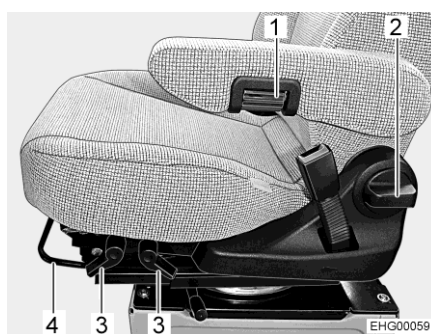

Fig. 14 Réglage du siège (Aguti GIS-Liner)
- Tirer l'étrier (Fig. 14,4) vers le haut.
- Tirer le levier correspondant (Fig. 14,3) vers le haut.
- Tourner la poignée (Fig. 14,2).
- Faire tourner la roulette moletée (Fig. 14,1) pour le réglage de précision. L'accoudoir s'incline vers le haut ou le bas suivant le sens de rotation.